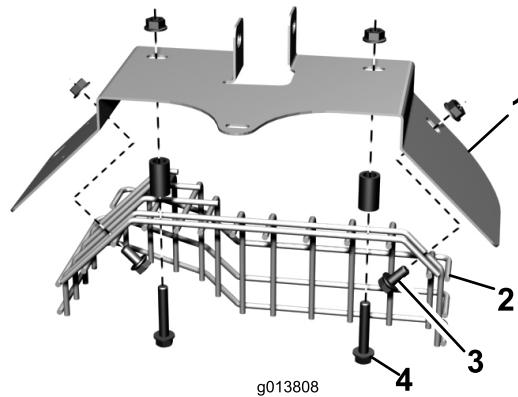

Figura 7
- Usando los dos taladros superiores, monte provisionalmente el nuevo protector del silenciador al protector del tubo de escape existente con dos pernos con arandela prensada, espaciadores y tuercas con arandela prensada. Posicione los herrajes según se muestra en Figura 7.
tornillos según se muestra en Figura 7. Apriete los herrajes que sujetan los protectores.